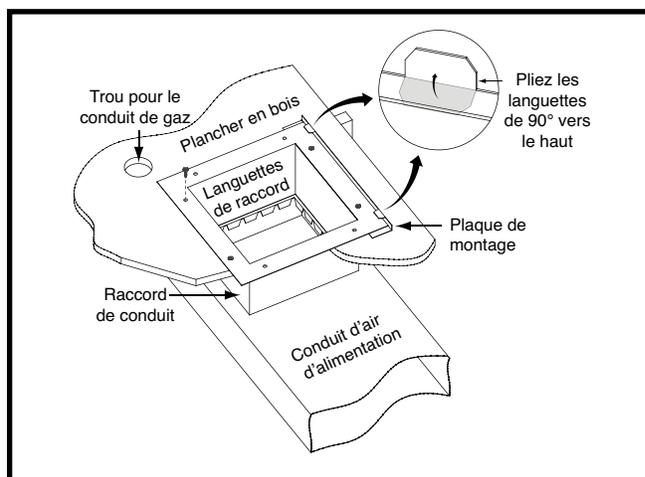

Figure 9. Raccord de conduit standard installé
2. Marquez l'emplacement de l'ouverture du conduit d'alimentation en air en tirant un trait autour des languettes du raccord de conduit. Voyez la Figure 9 \(page 7\).
5. Installez la plaque de montage sous la surface arrière du raccord de conduit tel qu'illustré à la Figure 9. Alignez les trous pour vis dans les deux composantes.